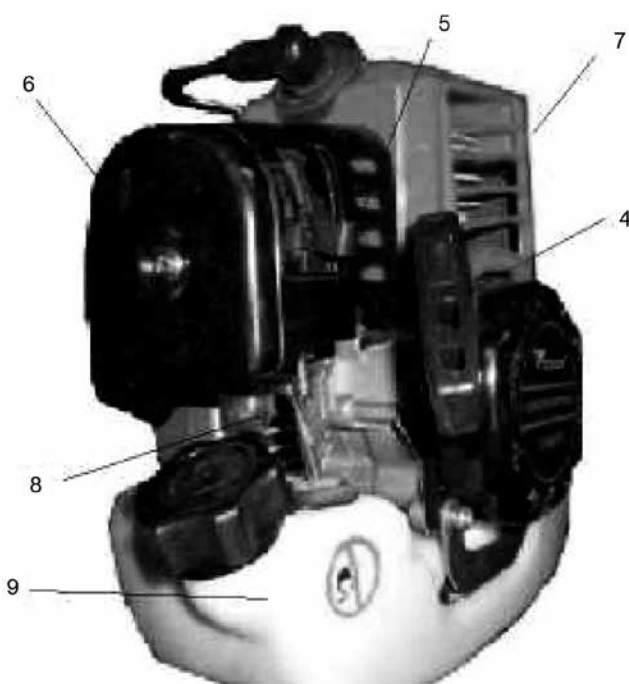

Рис. 7
9. При запуске прогретого двигателя воздушную заслонку (5) не закрывать (**Рис. 7**).